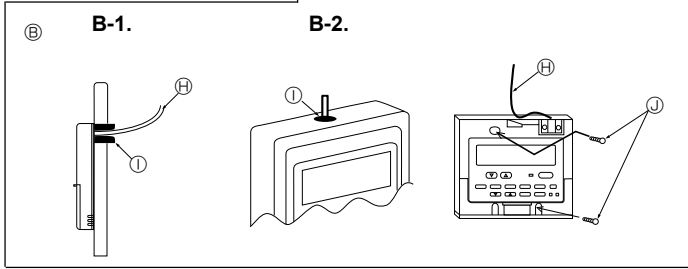

Fig. 6-3
(2) Çiğ damlaları, su, hamamböceği ve kurtçuk girişini önlemek için uzaktan kumandanın bakım girişini macunlayın. (Fig. 6-3)
[Fig.6-3]